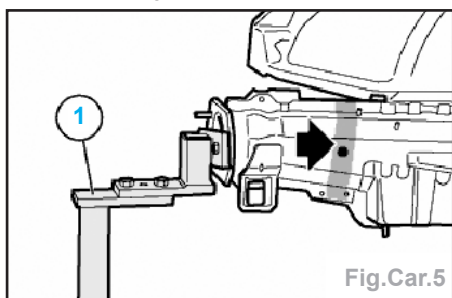

Fig.Car.5
- Ajuster la position de la section du longeron avec le gabarit (1) et le souder en bouchon (Fig.Car.5).